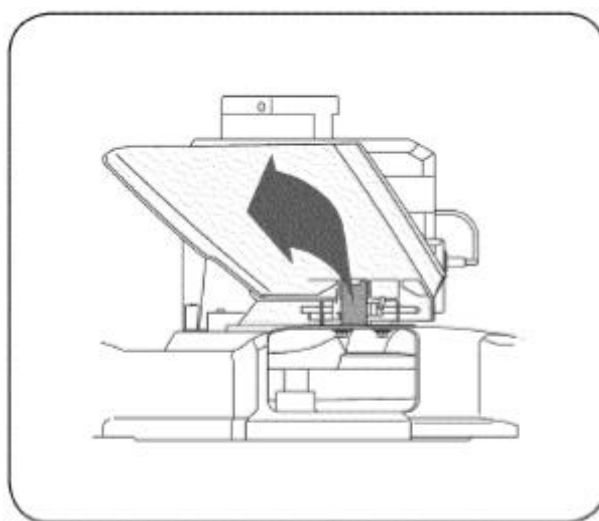

РИС. 1
1. Потяните крышку разгрузочного устройства вверх в направлении двигателя. Удерживая ее в данном положении извлеките и утилизируйте фиксатор (см. Рис. 1).